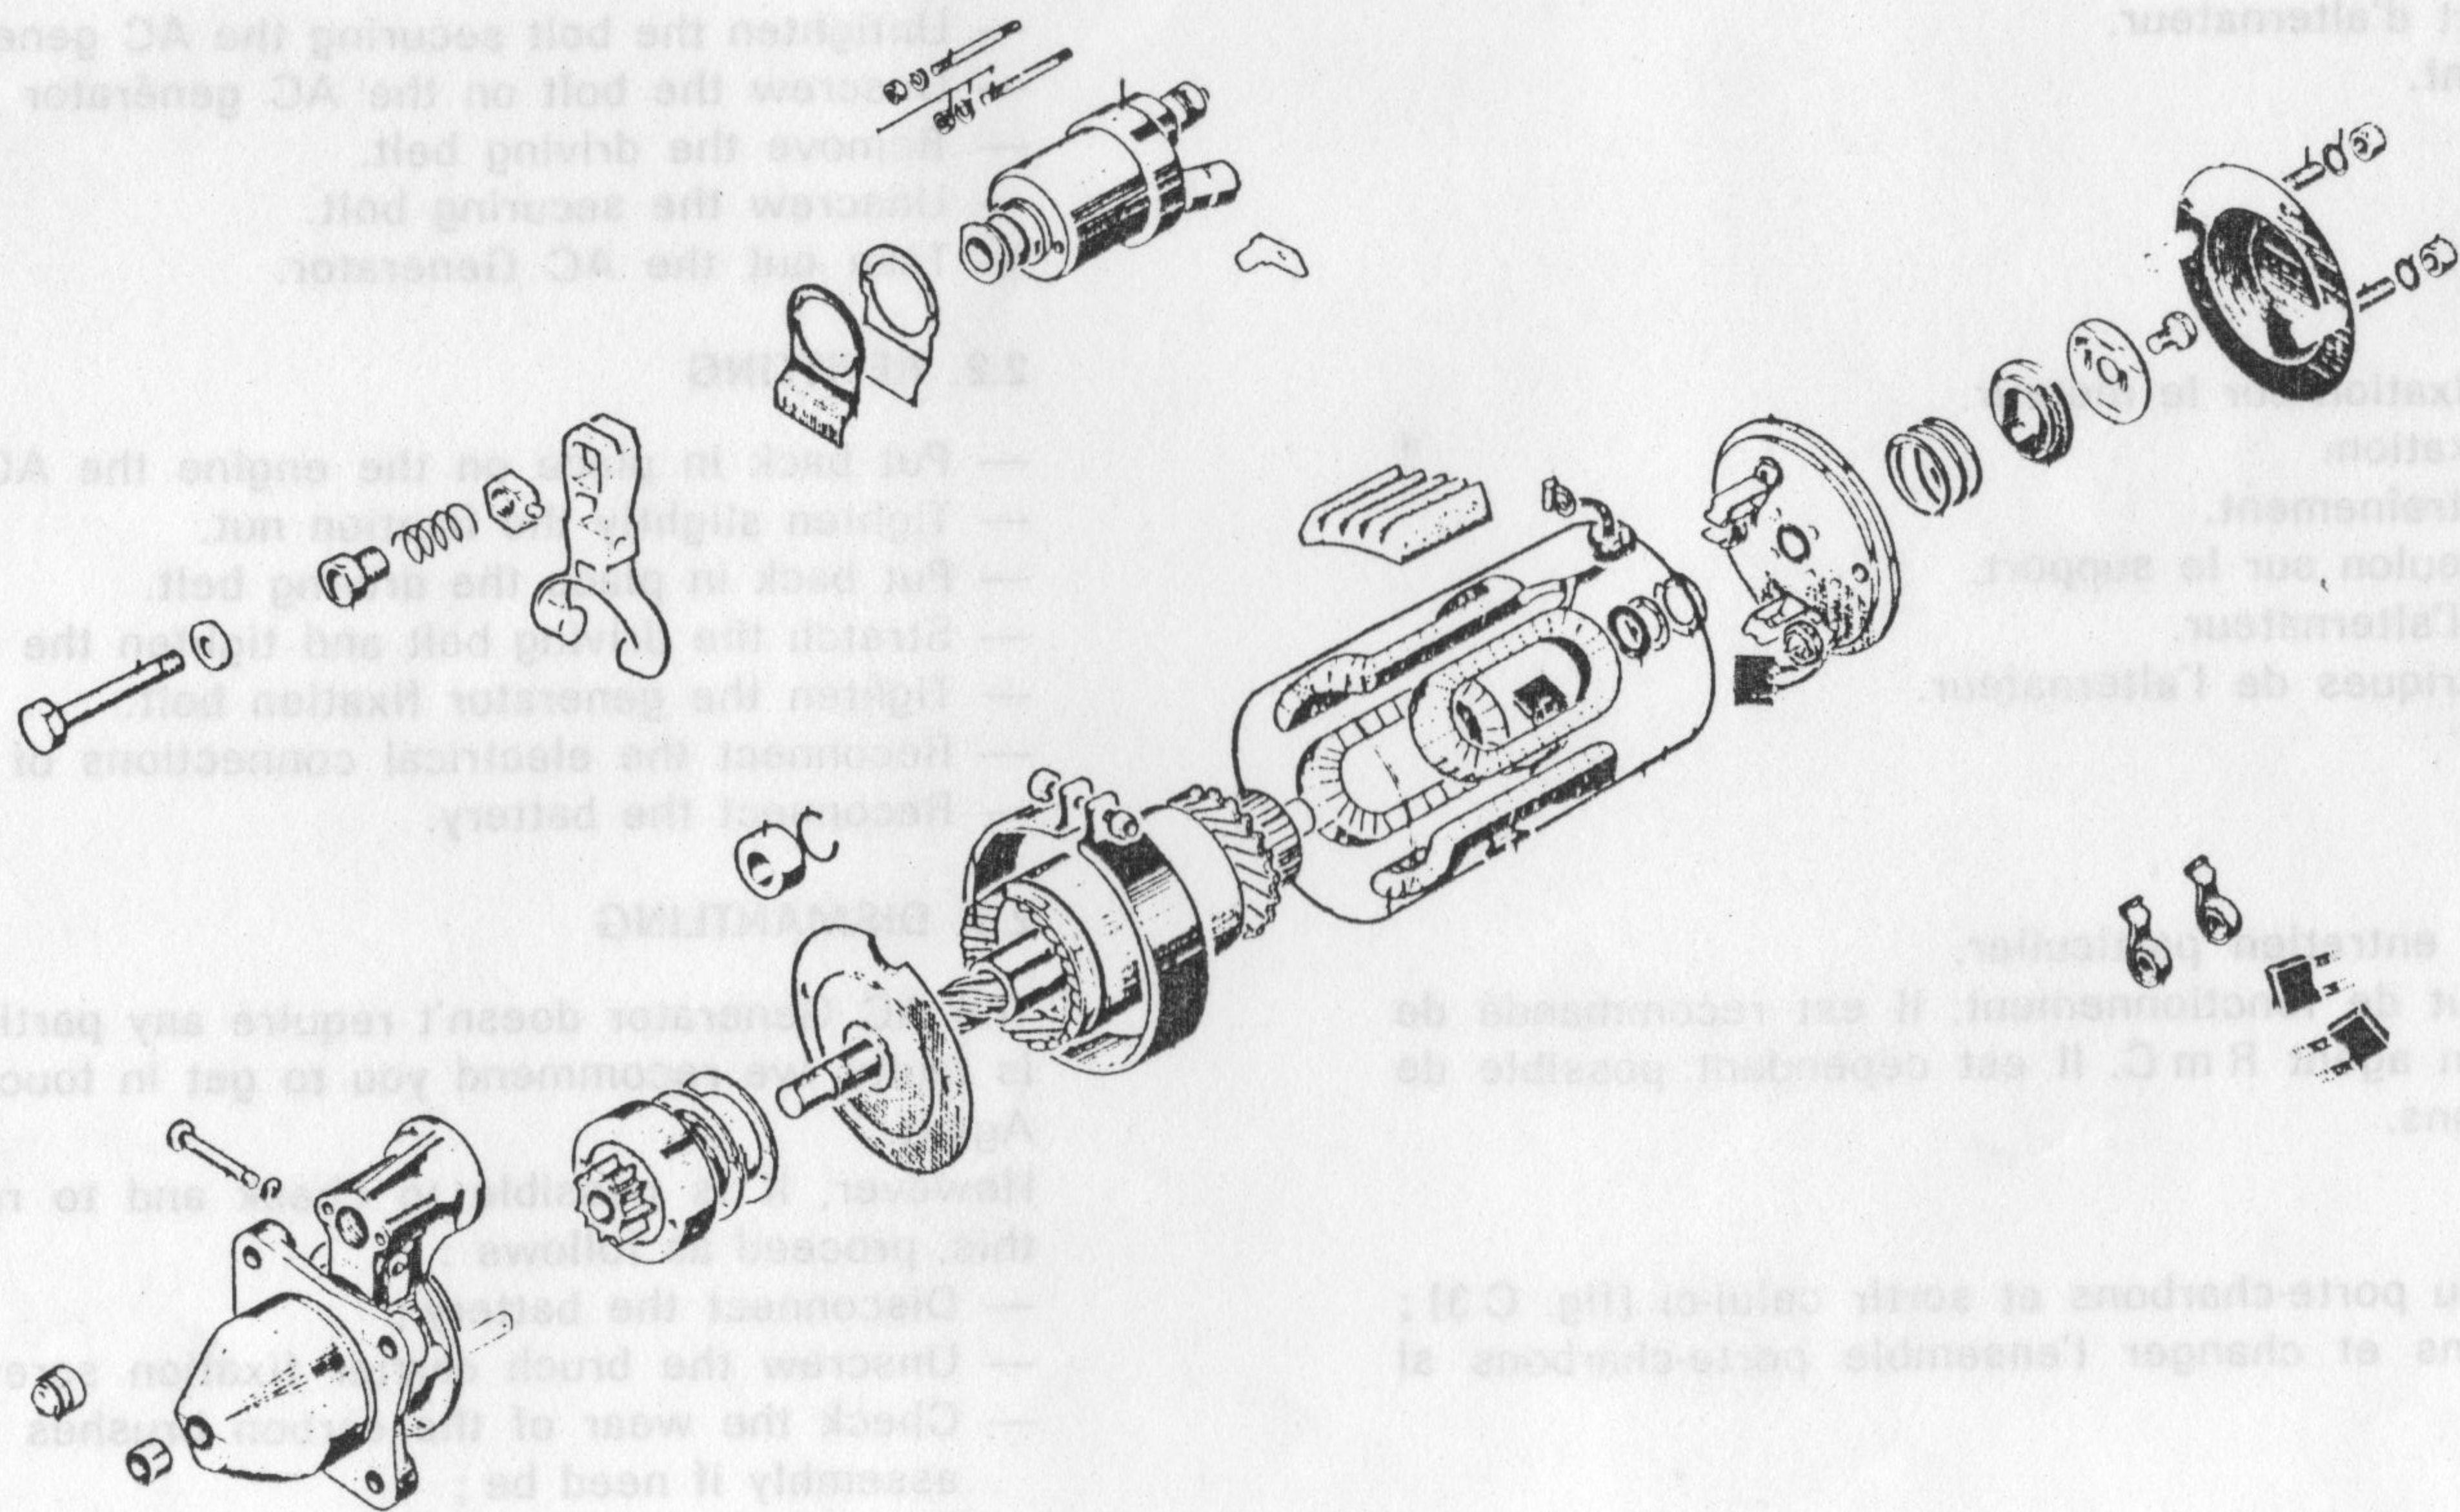

Fig. C 1
1. DEMARREUR (voir fig. C 1)
1. STARTER (See fig. C 1)